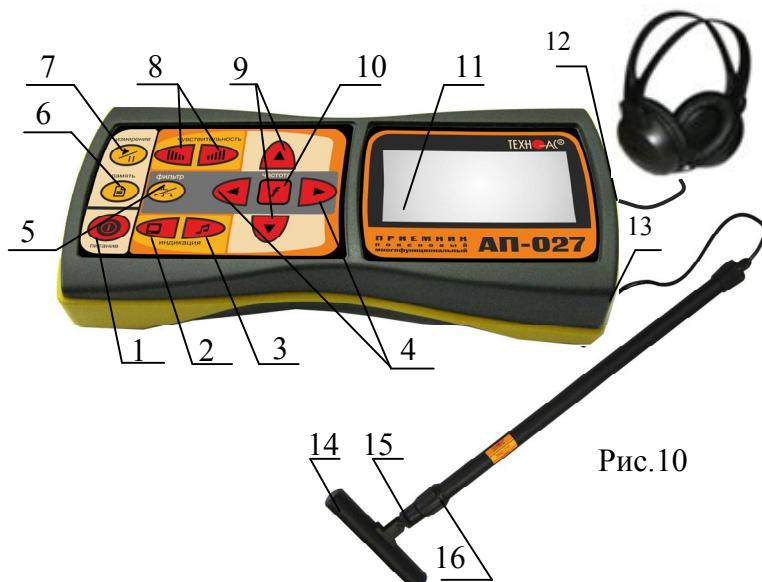
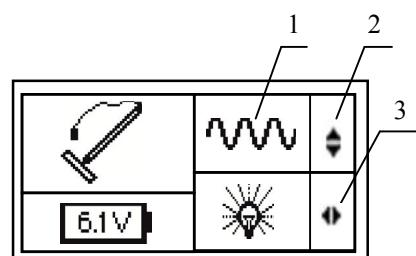
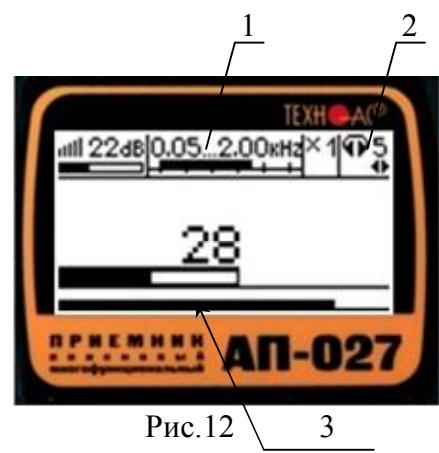
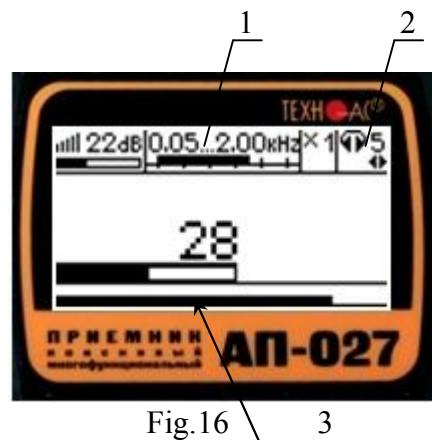

Рис.10
Рис.11
Рис.12
Fig.16
Используемое оборудование (рис.10): приемник АП-027, электромагнитный датчик ЭМД-237, головные телефоны.
Подключить к соответствующим разъемам приемника электромагнитный датчик поз.13 рис.10 и головные телефоны поз.12 рис.10 (при необходимости).
Привести электромагнитный датчик из транспортного в рабочее положение для этого: ослабить стопорную гайку поз.16, раздвинуть штангу до требуемого размежа и зафиксировать стопорной гайкой. Ослабить фиксирующую гайку поз.15 и установить электромагнитную антенну поз.14 датчика в положение, используемое в трассопоиске. Горизонтальное положение (рис.10) – трассопоиск по методу максимума, транспортное положение – трассопоиск по методу минимума.
**5.2.1** Включить питание приемника АП-027 кнопкой ① поз.1 рис. 10.
**5.2.2** В «стартовом» окне рис.11 на индикаторе приемника проверить:
**5.2.3** Проверить вид принимаемого сигнала поз.1 рис.11. Принимаемый сигнал «непрерывный » выбирается автоматически. При появлении на индикаторе значка «импульсный », что могло произойти в результате случайного нажатия на кнопки, следует выбрать в стартовом окне символ «непрерывный » любой из кнопок / поз.9 рис.10. (см. подсказку поз.2 рис.11)
**5.2.4** Установить необходимый уровень подсветки индикатора приемника, используя для этого кнопки / поз.4 рис.16 (см. подсказку поз.3 рис.11).
**5.3.1** Запустить режим «измерение» кнопкой поз.7 рис.10.
**5.3.2** Выбрать режим «широкая полоса» нажатием на кнопку фильтр поз.5 рис.10. На индикаторе появится символ широкой полосы поз.1 рис.12.
В случае трассировки кабеля под напряжением или трубопровода с катодной защитой выбрать частоту 100 /120 Гц, нажав кнопку «частота» поз.10 рис.10, используя для этого кнопки / поз.4 рис.10. Наблюдать за величиной выбранной частоты на индикаторе поз.1 рис.12. Например, при выборе
**5.3.3** Выйти из режима регулировки фильтра, нажатием кнопки «частота» поз.10 рис.10. На индикаторе в зоне окна поз.1 рис.12 исчезнет указатель подсказки и появится в зоне поз.2 рис.12 (возможность регулировки звука).
**5.3.4** Установить комфортную громкость звука в телефонах поз.2 рис.12 кнопками поз.4 рис.10 (если кнопки не используются для регулировки фильтра).
**5.3.5** Установить уровень входного сигнала кнопками «чувствительность» и поз.8 рис. 10 по индикатору «узкая шкала» (предпочтительно на 50...70% от максимума) поз.3 рис. 12.
**5.3.6** Установить необходимый коэффициент усиления фильтрованного сигнала множителем « $\times 1/2/4/8$ » нажимая на кнопки поз.10 рис.10, не допуская при этом перегрузки.
**5.5.1** Начинать работу по трассопоиску следует в режиме «Широкая полоса», в котором приемник воспринимает сигналы от любых коммуникаций в диапазоне частот от 0,05 до 2,0 кГц: кабели под напряжением, трубопроводы с катодной защитой, протяженные трубопроводы с наведенным излучением. Для этого включить режим «измерение» кнопкой поз.7 рис.10., выбрать режим «широкой полосы», то есть выключить фильтр кнопкой поз.5 рис.10.
**5.5.3** Для определения кабелей (из числа найденных коммуникаций), находящихся под напряжением промышленной частоты 50...60 Гц, используется режим 50...60 Гц. В этом режиме из широкого спектра сигнала выделяется лишь небольшая полоса частот с центральной частотой 50...60 Гц. Для входа в режим 50...60 Гц включить фильтр кнопкой  поз.5 рис.10, нажать на кнопку частота **f** поз.10 рис.10 и выбрать центральную частоту фильтра 50...60 Гц кнопками / поз.4 рис.10.
**5.5.4** Наблюдать за величиной выбранной частоты на индикаторе поз.1 рис.16. При выборе частоты 50/60 Гц появится символ .
Выйти из режима регулировки фильтра, нажатием кнопки «частота» **f** поз.10 рис.10. На индикаторе в зоне окна поз.1 рис.16 исчезнет указатель подсказки  и появится в зоне поз.2 рис.16 (возможность регулировки звука).
**5.5.5** Установить комфортную громкость звука в телефонах поз.2 рис.16, для этого нажать на кнопку режима звуковой индикации поз.3 рис.10 и отрегулировать громкость кнопками / поз.4 рис.10 (если кнопки не используются для регулировки фильтра).
**5.5.6** Установить уровень входного сигнала кнопками «чувствительность»  и  поз.8 рис. 10 по индикатору «узкая шкала» (предпочтительно на 50...70% от максимума) поз.3 рис. 16.